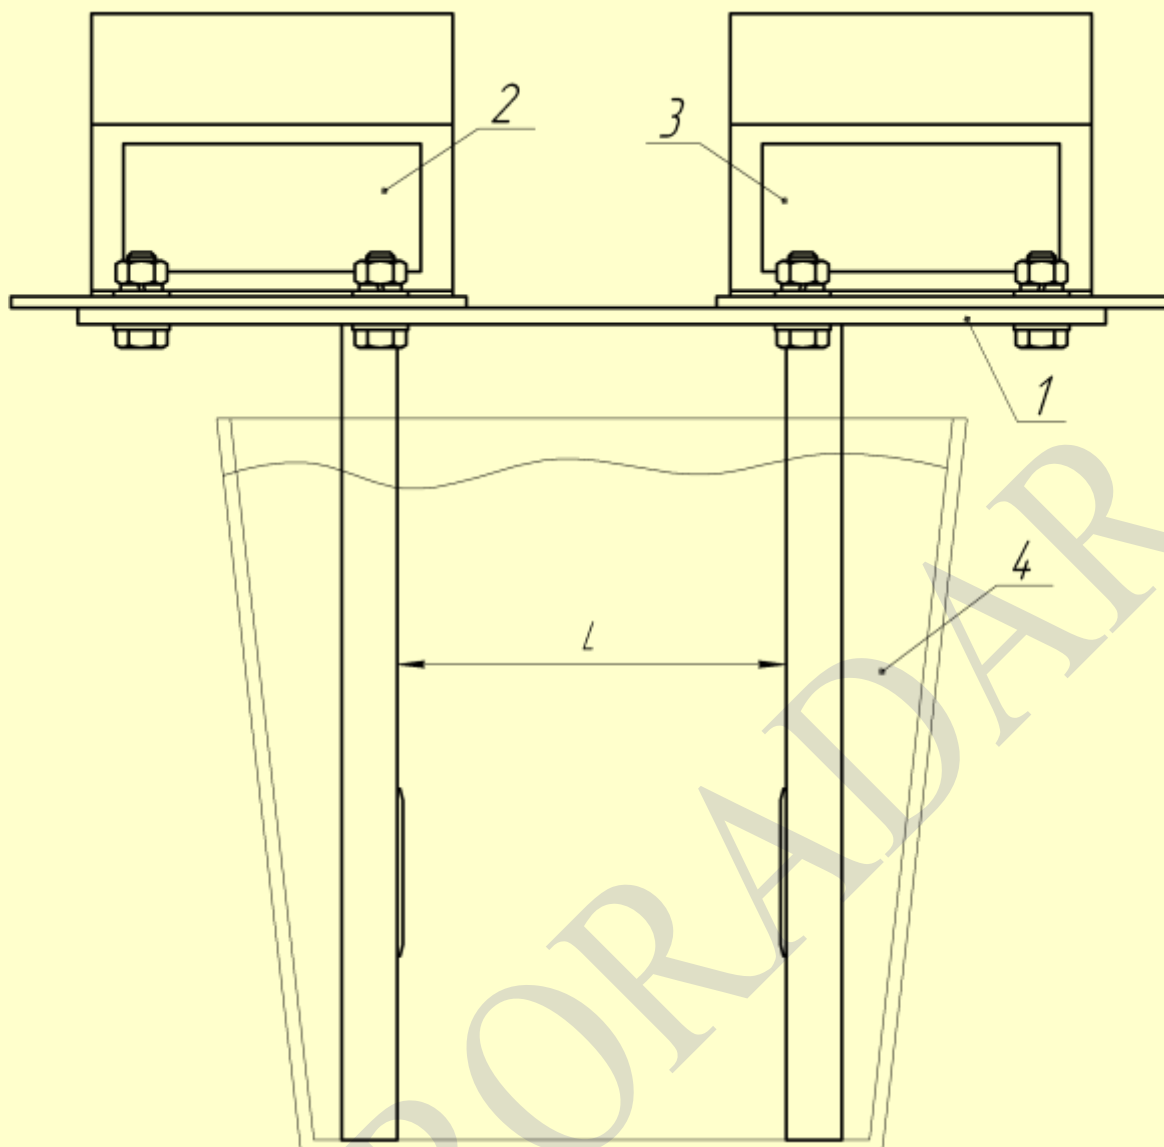

Рис. 1. Размещение блока сенсоров для поверки
2.1. Подготовить пластмассовую поверочную ёмкость (ведро) объёмом около 10 л. Смонтировать блок генератора и блок детектора на поверочной пластине, как показано на рис. 1. Расстояние между антеннами (размер L на рис. 1) должно быть: